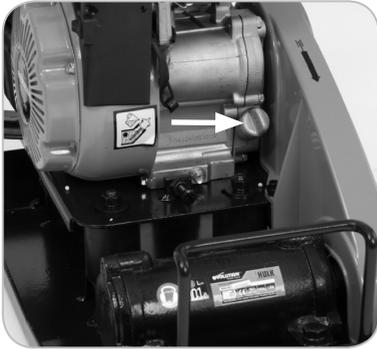

Fig. 11
- Retire el tapón de llenado de aceite. (**Fig. 11**)